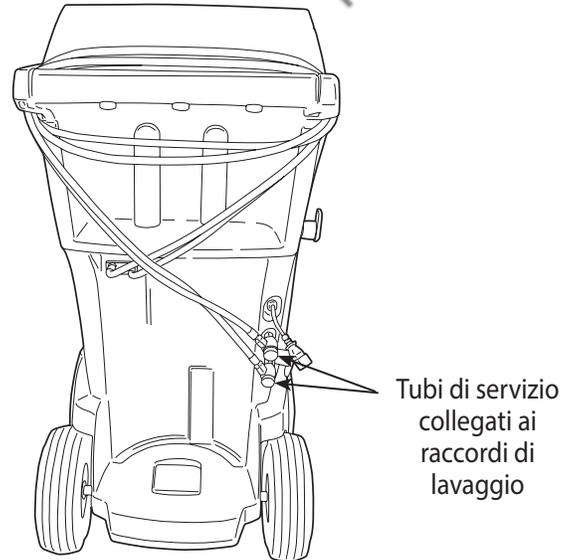

Figura 2
2. Quando viene visualizzato l'apposito messaggio, collegare i tubi di servizio della stazione ai raccordi di lavaggio, come illustrato nella Figura 2.